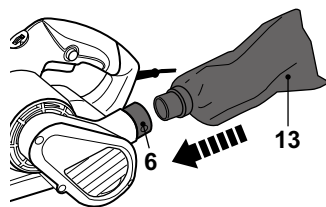

Fig. 4
- > Alignez le connecteur du sac (13) avec les rainures situées sur le trou d'évacuation (6), et emboîtez-le à fond (fig. 4).